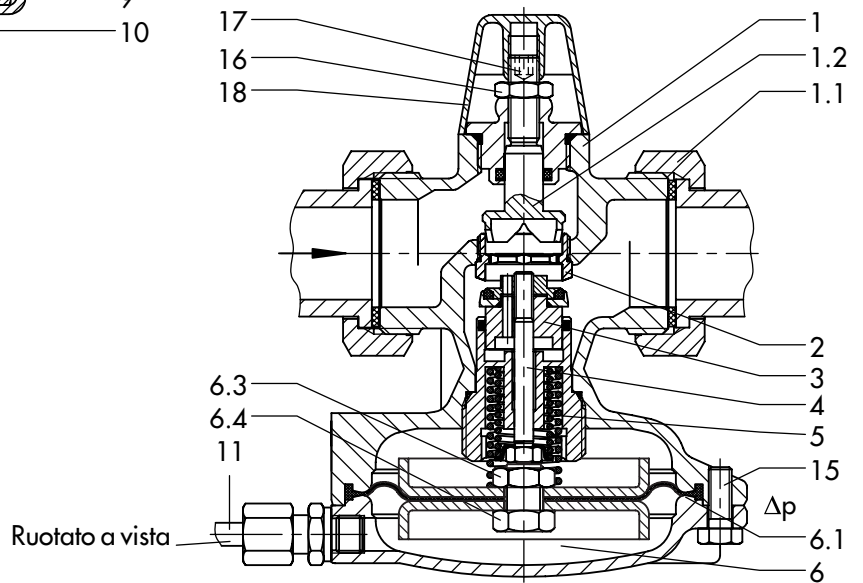

Fig. 4 · Disegni in sezione
6. Per il riassetto procedere nella sequenza inversa, osservando le coppie di serraggio della tabella 1 fig.4.